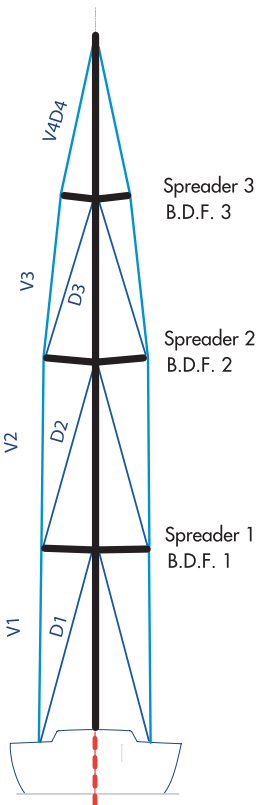

FIG. 1 - mât emplanté
- le mât peut être posé sur le pont ou implanté sur quille (ou "emplanté", fig1).